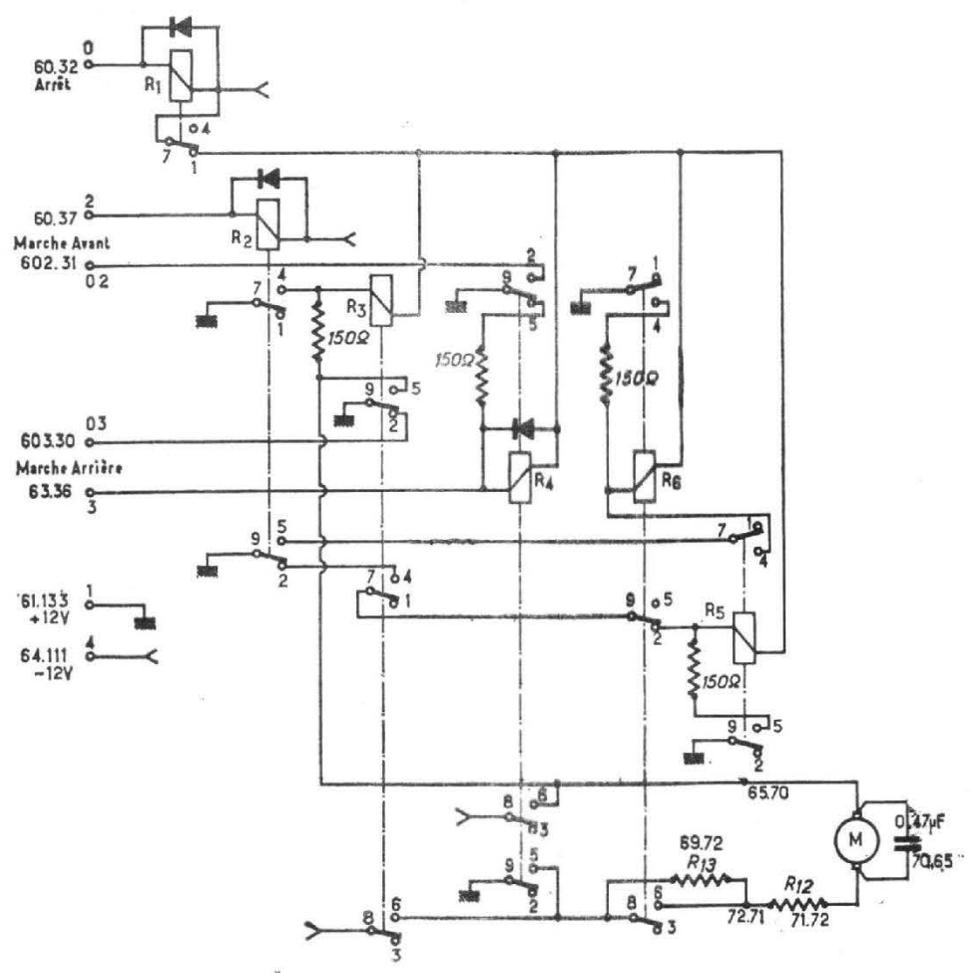

FIG. 7
4.4.2. Réalisation technique - schéma fig. 7.